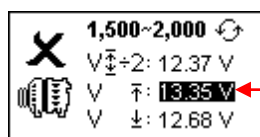

Fig. 48
11. Qualora le tensioni di carica minima o massima non fossero entro i limiti di tensione prestabiliti, verrà visualizzata una delle schermate qui sotto (Fig.48 & 49) e verrà evidenziato il dato errato, suggerendo così all'utente una eventuale verifica.